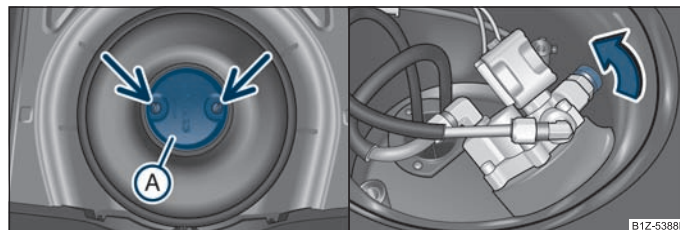

Fig. 1 Serbatoio del GPL/Chiusura della valvola meccanica
- Allentare le viti della copertura (A) della valvola multifunzione ⇒ fig. 1 e rimuovere la copertura.
- Chiudere la valvola meccanica ⇒ fig. 1 - a destra, ruotandola in direzione della freccia sino all'arresto.
- Rimontare la copertura (A).